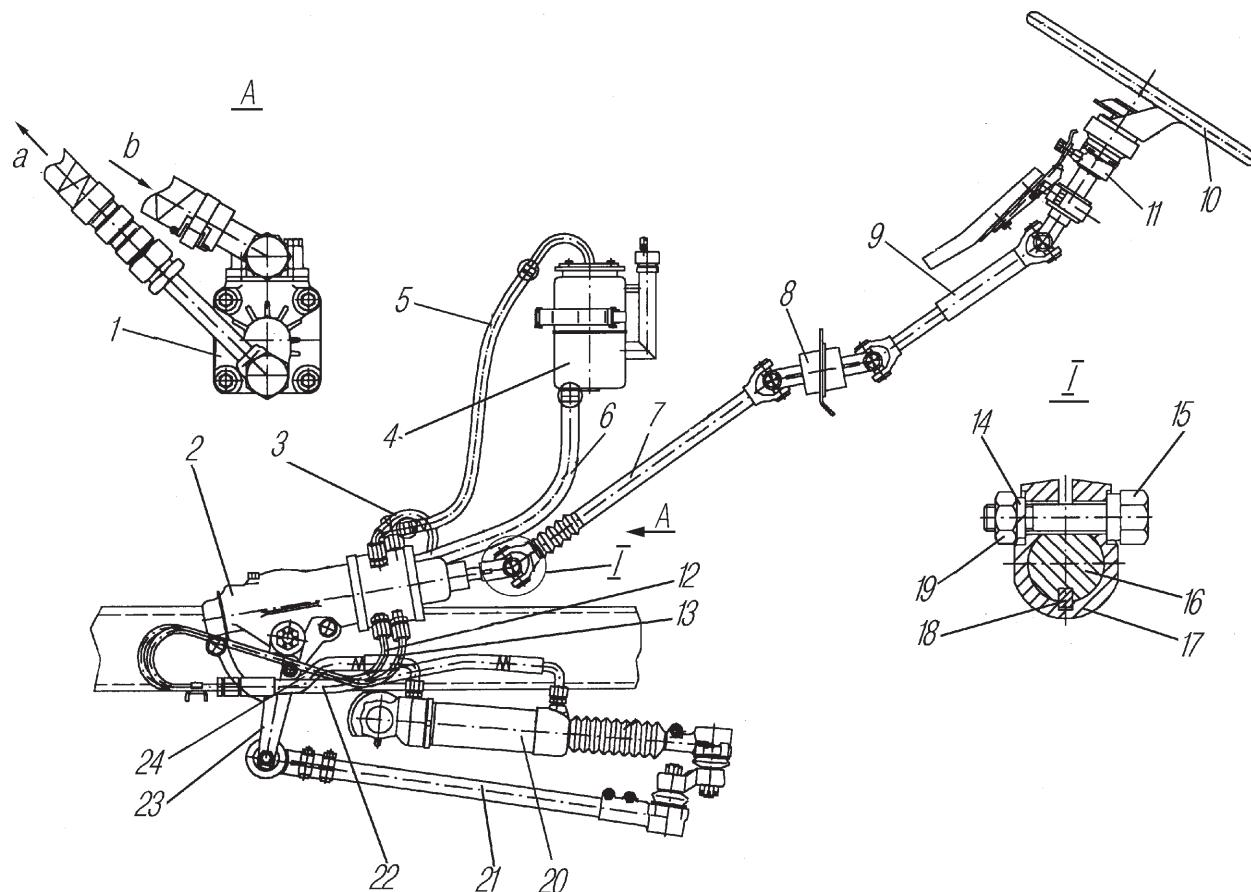
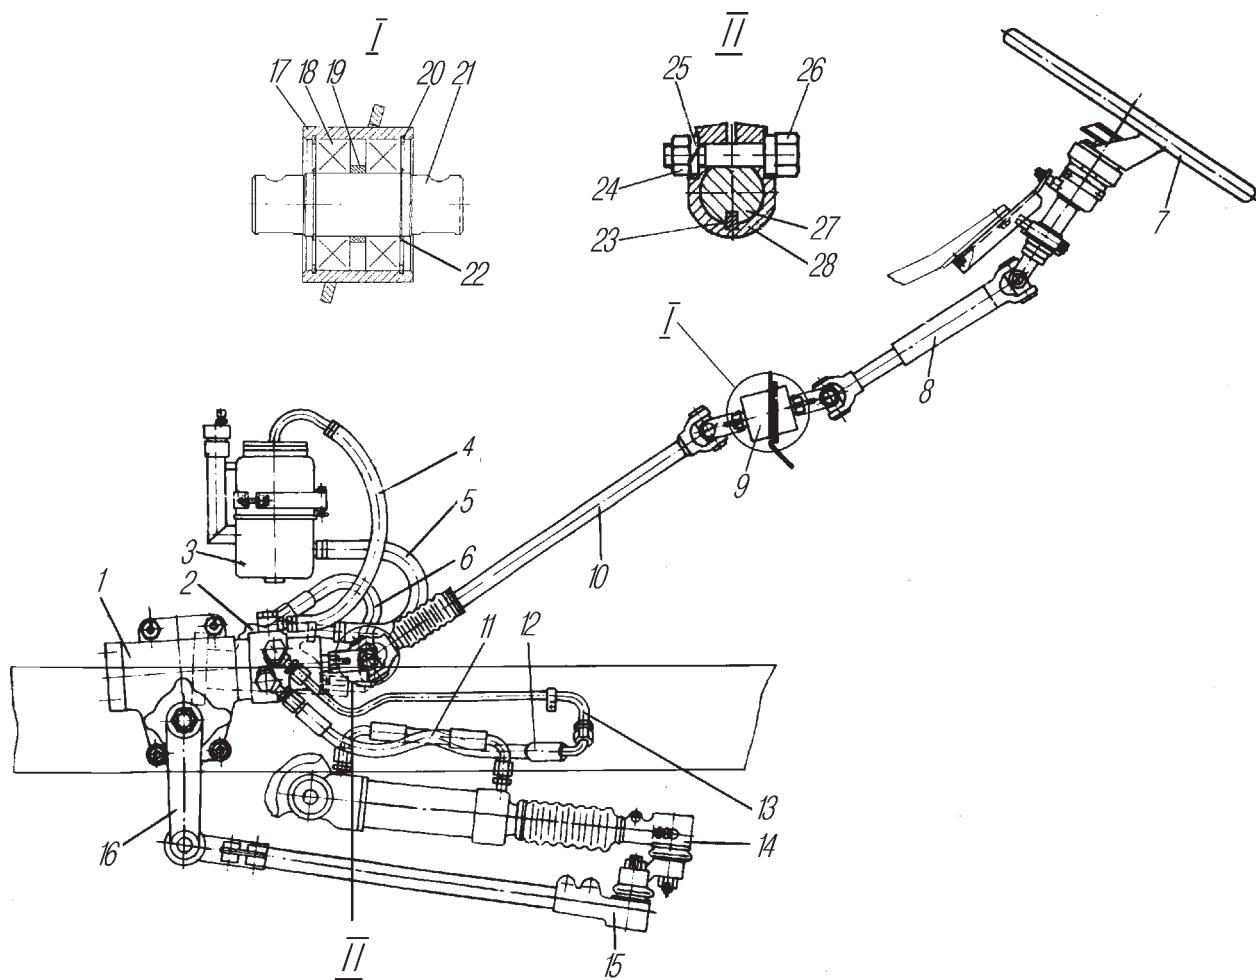
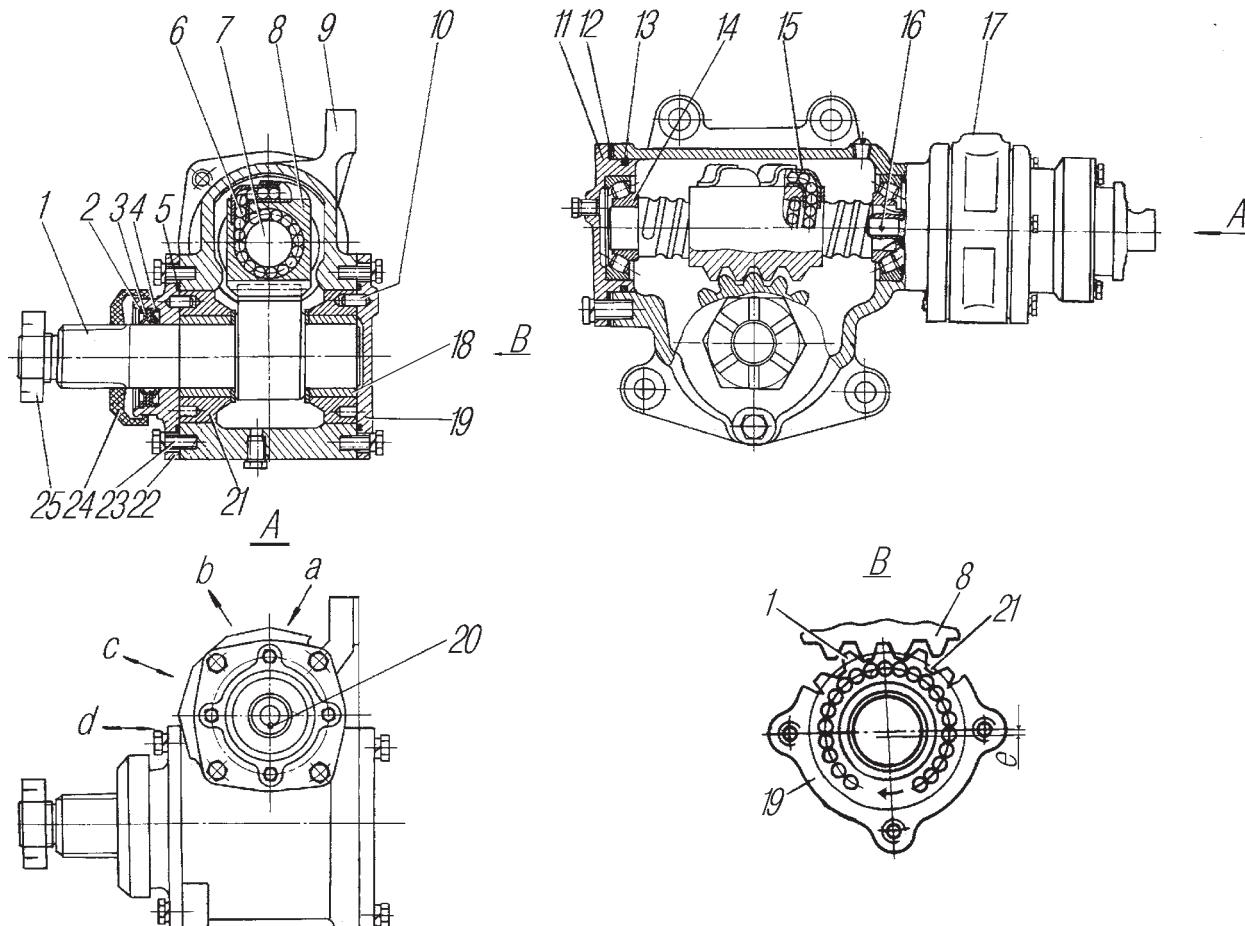
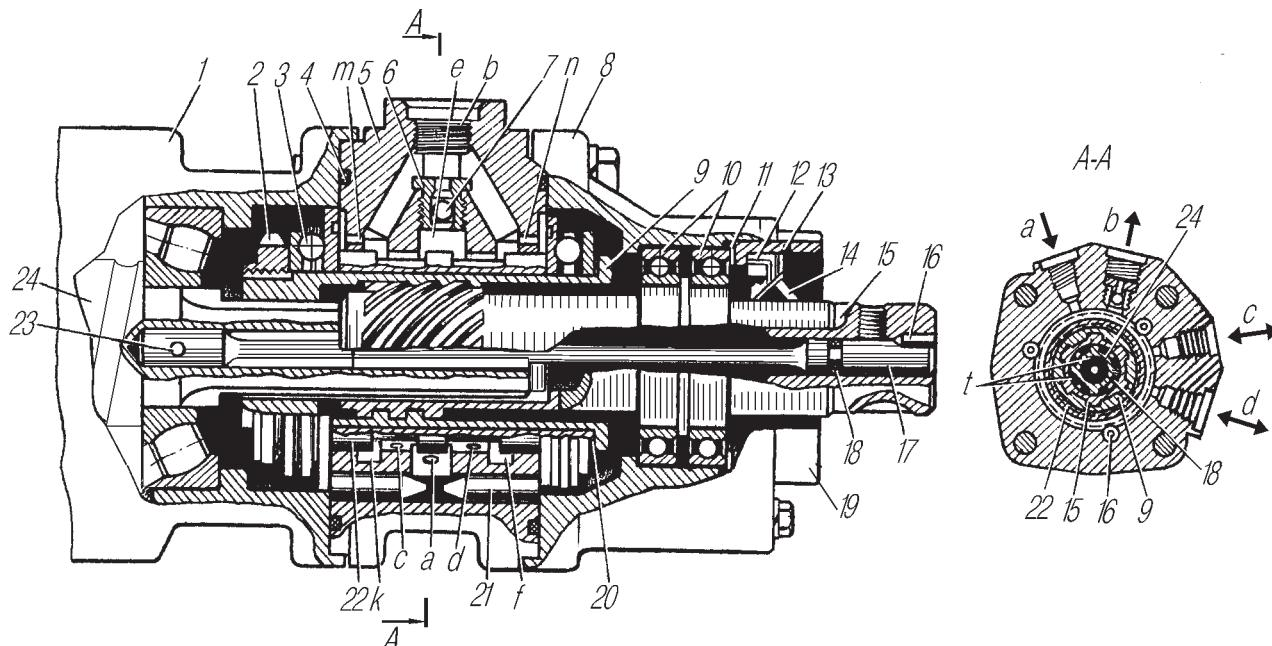

Рис. 53. Рулевое управление с механизмом типа червяк-боковой сектор:
Рис. 54. Рулевое управление с механизмом типа
Рис. 56. Механизм рулевой (винт-шариковая гайка-рейка-сектор):
Рис. 57. Распределитель гидроусилителя руля:
На автомобилях возможна установка рулевого управления двух исполнений: с рулевыми механизмами типа червяк-боковой сектор или винт-шариковая гайка-рейка-сектор, при этом карданные валы 7 (рис. 53) и 10 (рис. 54) отличаются длиной.
**Рулевая колонка** соединяется с рулевым механизмом карданными валами через промежуточную опору 8 (см.рис. 53). В конструкции промежуточной опоры применены подшипники закрытого типа, не требующие смазки.
**Рулевой механизм с распределителем** (рис. 56) включает в себя винт 7 и шариковую гайку-рейку 8, находящуюся в зацеплении с сектором 1. Полукруглые винтовые канавки на винте и гайке-рейке образуют канал, заполненный при сборке механизма шариками 6 высокой точности.
**Распределитель** (рис. 57) установлен на рулевом механизме.
Рабочая жидкость от насоса поступает к средней канавке «е» (см. рис. 57). Поскольку в этом положении золотника канавки «е», «к» и «ф» соединяются между собой, то масло, заполняя их и реактивные камеры, из распределителя через крайние канавки «к» и «ф» и отверстие «б» сливается в масляный бак.
В начальный момент перемещения, когда давление в гидросистеме невелико, усилие на рулевом колесе, в основном, создается за счет закручивания торсиона, который непосредственно воздействует на вал 15. Винтовое соединение при этом перемещает золотник и практически не нагружается. При смещении золотника, величина которого ограничена зазором «t» в шлицевом соединении, прекращается доступ рабочей жидкости к кольцевой канавке «f». Жидкость от насоса подается к средней канавке «e», а затем через канал «d» в корпусе и далее по трубопроводу поступает в бесштоковую полость усилительного механизма 14 (см.рис. 54).
Из штоковой полости усилительного механизма жидкость по трубопроводам, через канал «c» (см.рис. 57) распределителя поступает в кольцевую канавку «k» и далее через отверстие «b» сливается в бак.
**В рулевом механизме** (см.рис. 56) следует регулировать натяг в подшипниках 14 и зазор в зацеплении гайки-рейки 8 с сектором 1.
1. Перед регулировкой натяга в подшипниках 14 закрепить рулевой механизм в тисках за проушины картера, отсоединить карданный шарнир (см.рис. 54). Вращением вала 15 (см.рис. 57) установить гайку-рейку 8 (см.рис. 56) и сектор 1 в одно из крайних положений. Определить момент, необходимый для проворачивания вала 15 (см.рис. 57) из крайнего положения в среднее (вал проворачивать на угол примерно  $30^{\circ}$ ). Если момент меньше 0,9 Н.м (0,1 кгс.м), отрегулировать натяг в подшипниках 14 (см.рис. 56), уменьшив количество прокладок 12. После регулировки момент, необходимый для проворачивания вала 15 (см.рис. 57), должен быть в пределах 0,9-1,5 Н.м (0,1-0,15 кгс.м).
Наличие зазора определять покачиванием сошки в обе стороны (будет слышен легкий стук в зубчатом зацеплении) или поворотом вала 15 влево и вправо до начала закрутки торсиона 17 при зафиксированном секторе. Для регулировки зубчатого зацепления снять сошку, крышки 19 (см.рис. 56) и 22 и повернуть вкладыши 21 с подшипниками 18 по часовой стрелке (если смотреть со стороны вала сектора) на одинаковый угол так, чтобы исключить зазор в зубчатом зацеплении. После поворота вкладышей одно из отверстий во вкладышах должно располагаться в плоскости, проходящей через диаметрально расположенные резьбовые отверстия в картере 9 для крепления крышек 19 и 22. Установку крышек производить таким образом, чтобы фиксаторы 10 вошли в отверстия во вкладышах 21 и располагались друг против друга. При незначительном несовпадении фиксаторов и отверстий повернуть вкладыши в ту или другую сторону до совпадения фиксаторов и отверстий, обратив внимание на отсутствие зазора в зубчатом зацеплении. Крышки 19 и 22 после регулировки могут быть повернуты на  $90^{\circ}$ ,  $180^{\circ}$  и  $270^{\circ}$  относительно первоначального положения.
После установки крышек момент, необходимый для проворачивания вала 15 (см.рис. 57) в среднем положении, должен быть в пределах 2,7-4,1 Н.м (0,27-0,41 кгс.м).